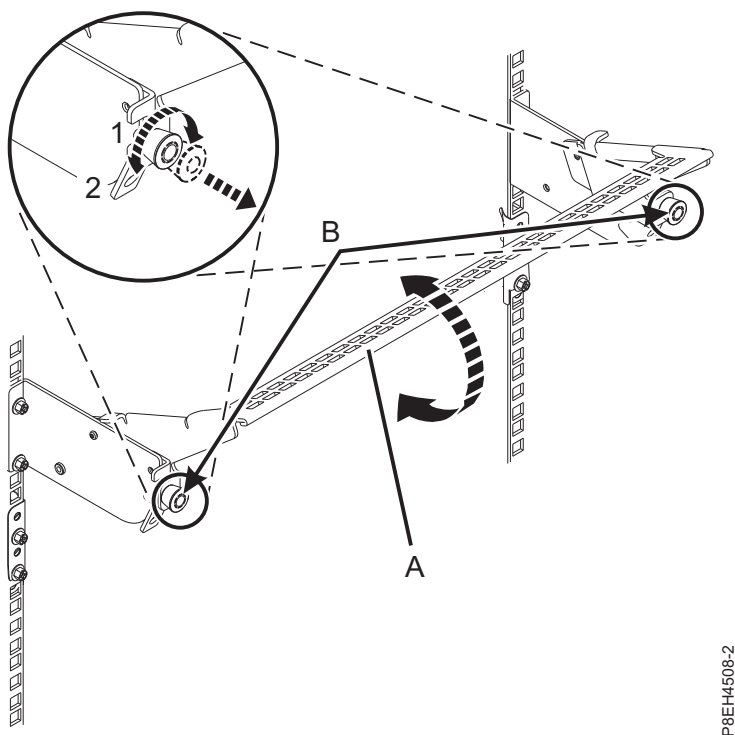

Abbildung 12. Kabelführungshalterung in Betriebsposition bringen
- a. Ziehen Sie die Bajonettverschlüsse (**B**) heraus und drehen Sie sie um, um sie zu lösen. Verschieben Sie die Kabelführungshalterung (**A**) währenddessen an ihre niedrigere Position(2). Siehe Abb. 12 auf Seite 14.